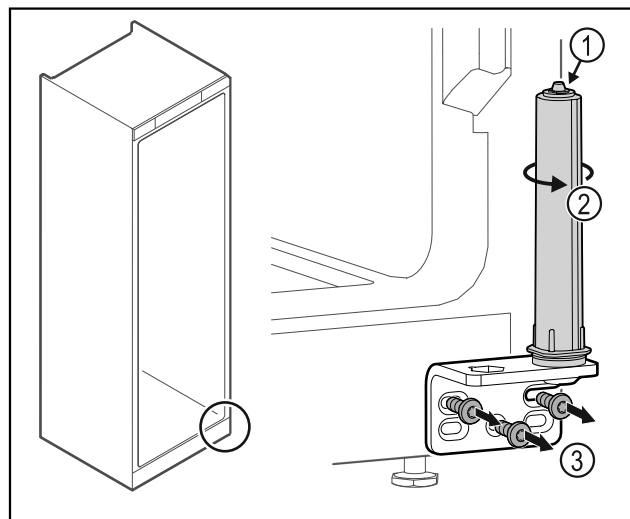

Fig. 51
- ▶ Non disassemblare il sistema di chiusura della porta Fig. 51 (1).
- ▶ Ruotare il sistema di chiusura Fig. 51 (2) finché non si innesta con un clic.
- ▶ Svitare la cerniera angolare Fig. 51 (3).